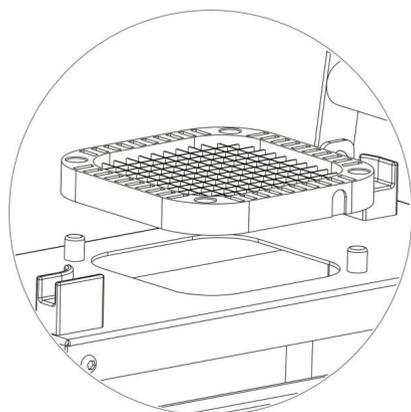

Abbildung 2
4. Montage der Rotorblätter: Setzen Sie die Löcher der Rotorblätter in die Säulen der Bodenplatte ein. Achten Sie darauf, dass die Rotorblätter nach oben zeigen. (Beim Austausch der Rotorblätter greifen Sie die schräge Kante der Säule und heben Sie diese zur Demontage horizontal nach oben.) (siehe Abbildung 2)